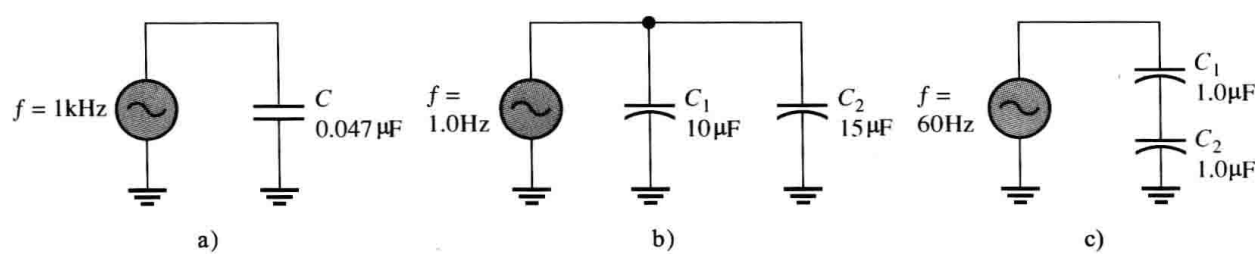

图 9-69 习题 32 图
32. 试问图 9-69 中各个电路总容抗的值为多少?
34. 在图 9-69 所示的各个电路中, 产生 100Ω 的 $X_{C(\text{tot})}$ 所需的频率是多少? 产生 $1\text{k}\Omega$ 的 $X_{C(\text{tot})}$ 所需的频率是多少?